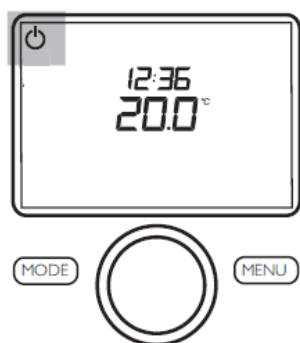
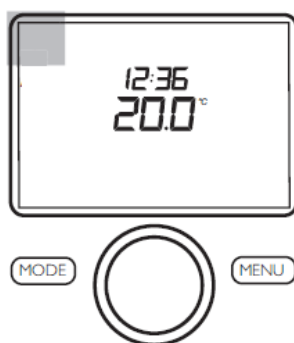

Fig. 18: Modo de espera
Fig. 19: Modo de operação
- Na Fig. 18 é indicado o modo de espera e na Fig. 19, o modo de operação.